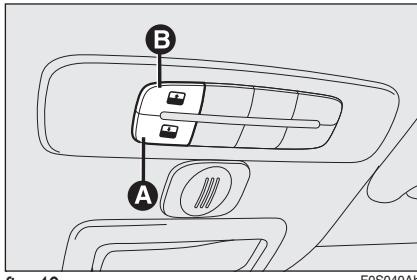
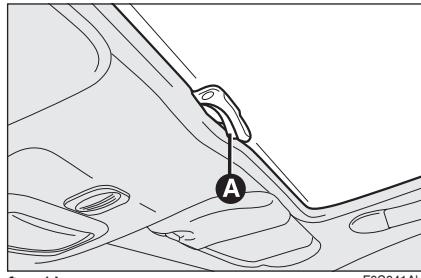

fig. 40
fig. 41
Il tetto apribile ad ampia vetratura è composto da un pannello in vetro dotato di una tendina parasole a movimentazione manuale. La tendina può essere utilizzata nelle posizioni "tutta chiusa" e "tutta aperta" (non ha posizioni fisse intermedie). Per aprire la tendina: premere il dentino **A**-fig. 41, svincolarla ed accompagnarla fino alla posizione "tutta aperta". Per chiuderla seguire il procedimento inverso.
Il tetto apribile ad ampia vetratura è composto da un pannello in vetro dotato di una tendina parasole a movimentazione manuale. La tendina può essere utilizzata nelle posizioni "tutta chiusa" e "tutta aperta" (non ha posizioni fisse intermedie). Per aprire la tendina: premere il dentino **A**-fig. 41, svincolarla ed accompagnarla fino alla posizione "tutta aperta". Per chiuderla seguire il procedimento inverso. Il funzionamento del tetto apribile avviene solo con chiave di avviamento in posizione **MAR**. I comandi **A-B** fig. 40 posti su plancia dedicata vicino alla plafoniera anteriore, comandano le funzioni di apertura/chiusura tetto apribile.
Dalla posizione di apertura completa, premere il pulsante **A-fig. 40** e, se si agisce sul pulsante per più di mezzo secondo, il cristallo anteriore del tetto si porterà automaticamente in posizione "spoiler"; agendo nuovamente sul pulsante, il cristallo del tetto si ferma in posizione intermedia; premere nuovamente il pulsante **A-fig. 40** e mantenerlo premuto fino alla chiusura completa del pannello.
- premere il pulsante **A**-fig. 40 in posizione di chiusura;